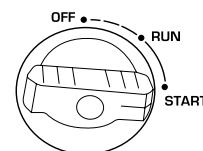

Fig. 2
- 11 Pentru pornirea manuală modelele KS 2100iG S, KS 3100iG S: rotiți întrerupătorul multifuncțional în poziția „START” (fig. 2). Trageți starterul manual până ce simțiți o ușoară rezistență, apoi trageți-l relativ brusc către dumneavoastră. Rotiți încet starterul cu mâna, nu îi dați drumul brusc. Rotiți întrerupătorul multifuncțional în poziția „RUN” (fig. 2).